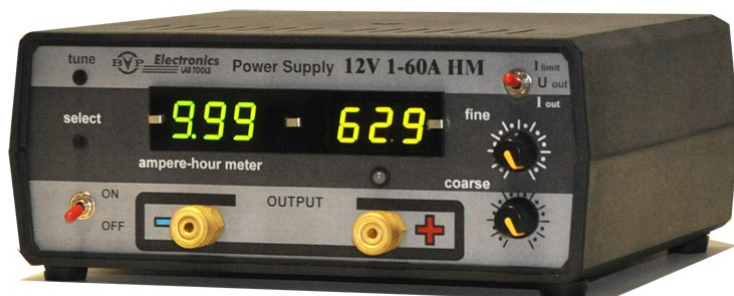

Рис. 1. Импульсный источник питания постоянного тока Lab Tools 12V/60A & ampere-hour meter
- 1.1 Источник питания Lab Tools 12V/60A & ampere-hour meter (рис. 1) - это импульсный преобразователь сетевого напряжения в постоянное выходное напряжение 12V, с максимальным регулируемым током до 60А, совмещенный с двумя встроенными счетчиками ампер-часов (накопительного и дневного).